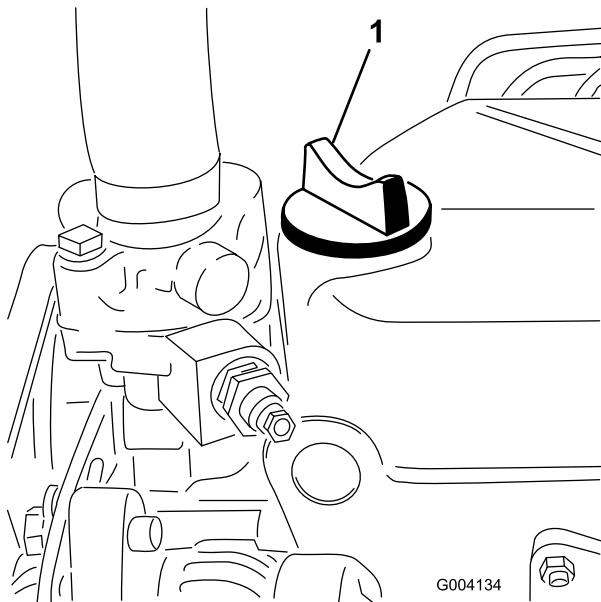

Figura 29
5. Se il livello dell'olio non raggiunge il segno di pieno, togliete il tappo di riempimento (Figura 29) e rabbonate con olio fino a portarlo al segno Full sull'asta di livello.